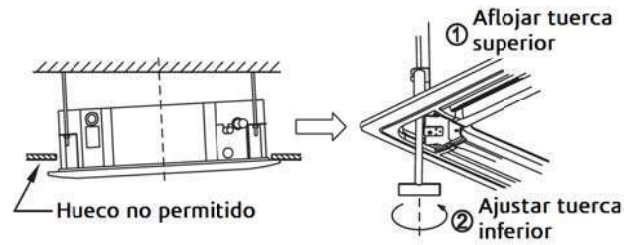

Fig. 5-15
- Si sigue existiendo espacio entre el panel y el techo después de apretar los tornillos, se debe modificar de nuevo la altura de la unidad interior (fig. 5-15 izq.)